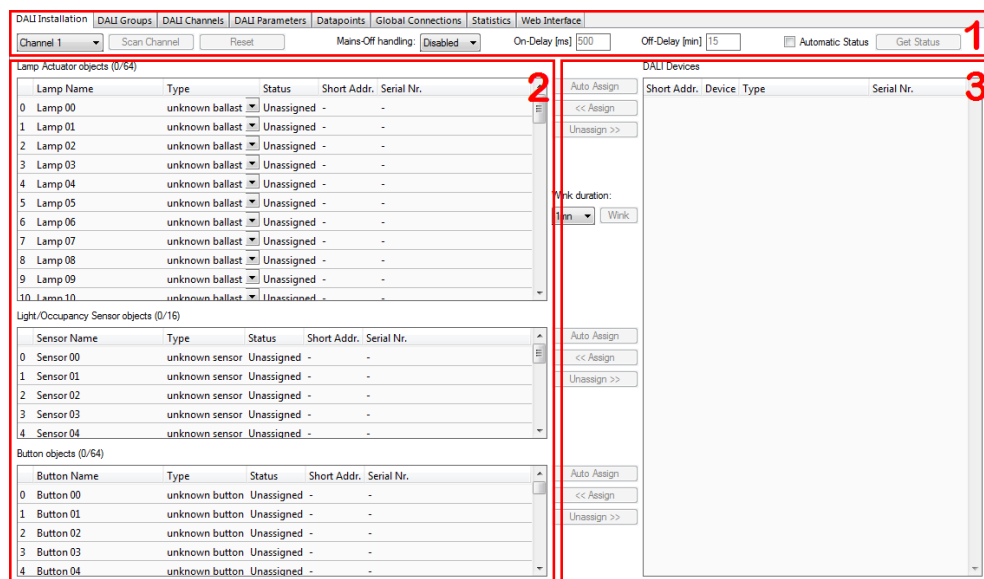
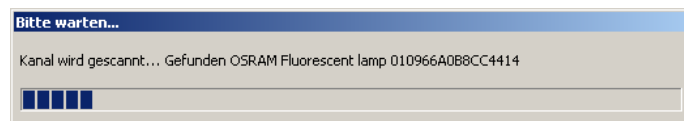

Abbildung 191: Karteireiter zur DALI Installation.
Abbildung 192: Fortschrittsanzeige beim Scan eines DALI-Kanals.
Abbildung 191 zeigt den Karteireiter **DALI Installation**. Hier werden die DALI-Kanäle gescannt und die gefundenen DALI-Geräte den Lamp Actuator, den Sensor Objekten bzw. Button Objekten zugeordnet. Der Dialog ist in drei Bereiche gegliedert:
- Der Bereich zum Selektieren des Kanals und zur Funktionsauswahl (Nummer 1 in Abbildung 191).
- Die Datenbank mit den Geräten des DALI Kanals inklusive der Zuweisung zu Objekten (Nummer 2 in Abbildung 191).
- Die Ergebnisse eines DALI-Netzwerkscans (Nummer 3 in Abbildung 191).
- Der Schaltknopf **Kanal scannen** startet einen Scan des DALI-Kanals. Nach dem drücken des Schaltknopfs erscheint ein Fenster, das den Scannfortschritt anzeigt (siehe Abbildung 192). Nach dem Scan werden die gefundenen Geräte im DALI-Netzwerkscannbereich angezeigt (Nummer 3 in Abbildung 191).